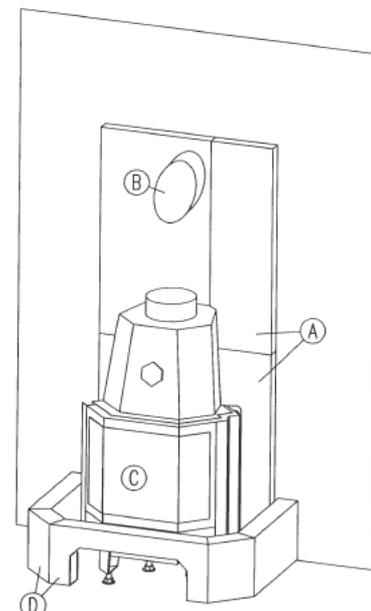

Abb. 3
- 5.2 Richten Sie den Sockel mit einer Wasserwaage senkrecht und waagrecht aus. (**Abb. 3**)